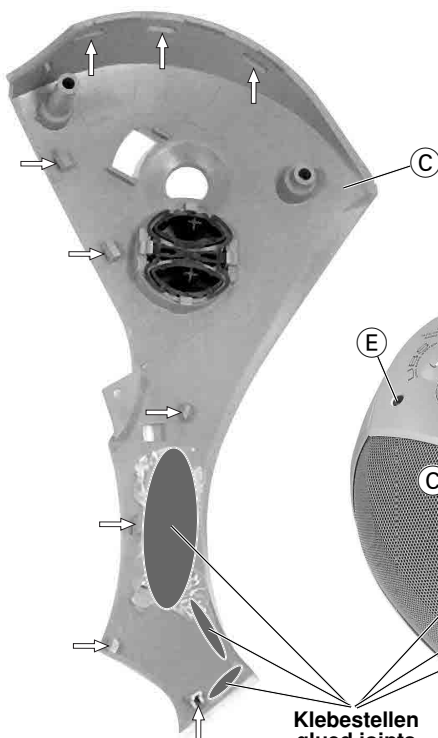
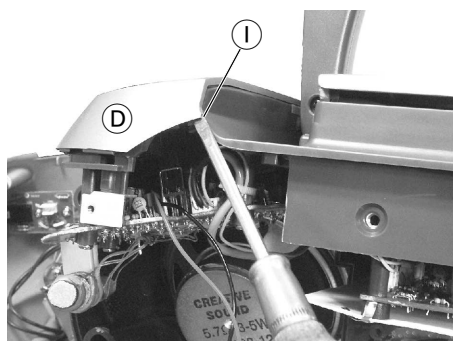
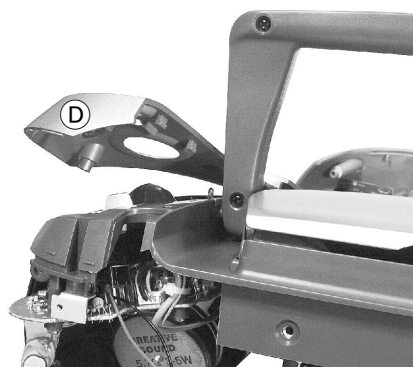

Fig. 2
Fig. 6
Fig. 8
- Abdeckungen ③ und ④ (Fig. 2, 3 und 4) abnehmen:
Die Abdeckungen werden durch Rastnasen gehalten und sind **zusätzlich** an den **markierten Stellen verklebt**. Abdeckungen ③ und ④ an den Punkten ① abhebeln (Fig. 6 und 7). Diese Abdeckungen **vorsichtig** nach oben biegen (bei Bedarf die Abdeckungen durch **vorsichtiges** abhebeln ganz abnehmen) und Gehäuseoberteil herausziehen (Fig. 8 und 9). Wenden Sie zuviel Kraft auf, können Rastnasen oder die Blende brechen! In Fig. 2 und 4 sehen Sie die Anordnung der Rastnasen.
- Remove the covers ③ and ④ (Fig. 2, 3 and 4):
The covers are held in place by locking lugs and are **in addition glued** at the **marked spots**. Lift off the covers ③ and ④ at the points ① (Fig. 6 and 7). **Carefully** bend up these covers (if necessary remove the covers completely by **carefully** lifting them off) then pull out the top part of the cabinet (Fig. 8 and 9). If you apply too much force the locking lugs or the trimplate might break! Fig. 2 and 4 show the locations of the locking lugs.